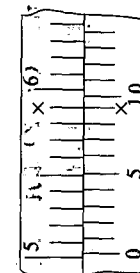

图2-1
1. 图2-1所示0.05 mm游标卡尺的读数是（ ）mm。